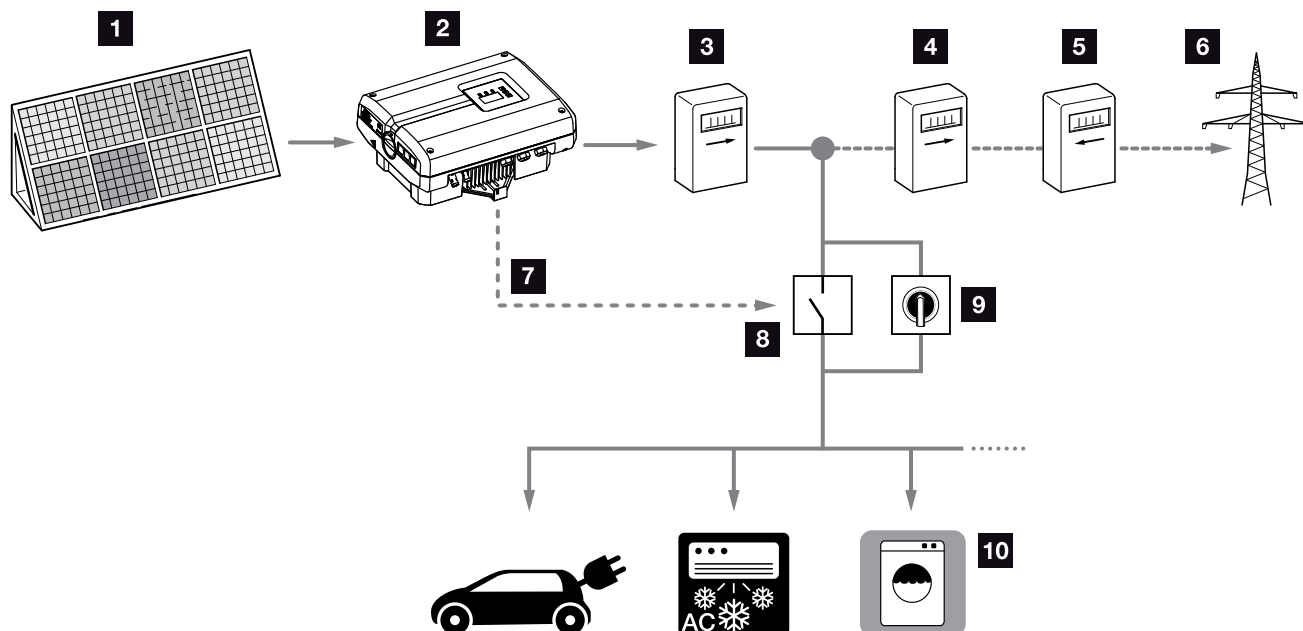

Fig. 60: Configurazione dell'autoconsumo
3. Installare correttamente gli altri componenti per l'autoconsumo e collegarli. **Fig. 60**